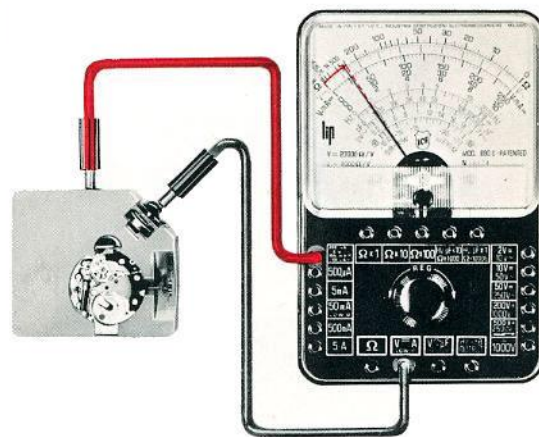

Figure 12
- L'aiguille de l'appareil doit s'arrêter avant le trait arrivant à la flèche de la figure 12, définissant la valeur $7 \mu A$.